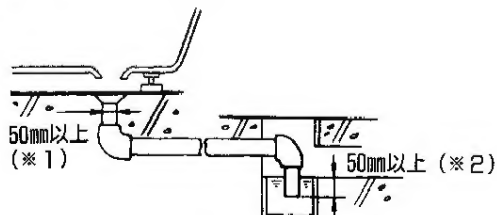

図1
(1)間接排水の場合は、浴槽の排水口下に径50mm以上の排水管を設けておいてください。(図1 ※1参照)
●排水配管の途中には下水ガスが浴室内に逆流しないよう必ずトラップ(封水深50mm以上)を設けてください。(図1 ※2参照)